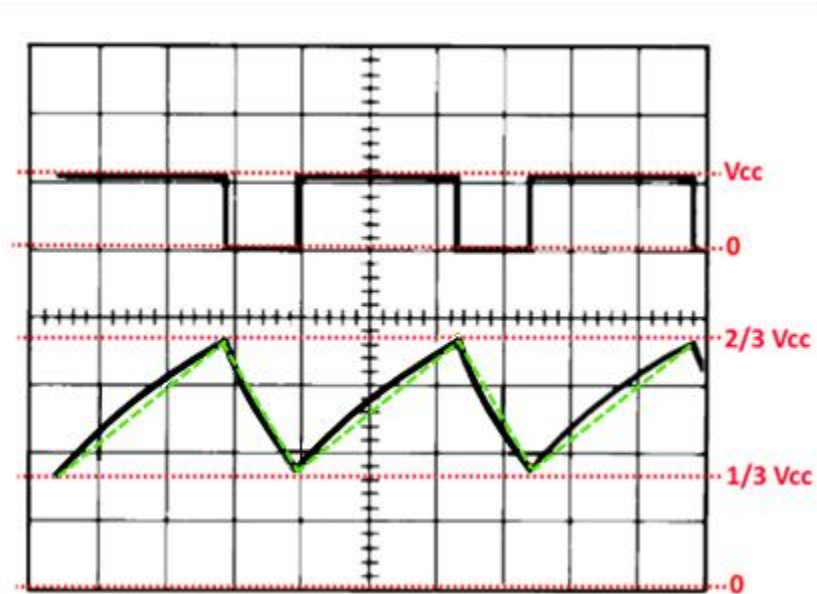

Figure 20. Figure 5 tirée de la spécification technique LM555³.
La Figure 20 présente 2 exemples de signaux disponibles à la sortie d'un LM555 et pour lesquels, des puissances dynamiques peuvent être calculées, si cette tension est appliquée aux bornes d'une résistance. Dans le cas du signal du haut, il s'agit de réaliser l'intégrale d'une onde carrée mise au carré tel que présenté dans les exercices de l'APP1. Alors que dans le cas du bas, il s'agit de réaliser le calcul d'une double exponentielle mise au carré. Cette dernière (en noir) peut être approximée par des droites proposées (en vert).
Les calculs de l'intégrale de la double exponentielle peuvent s'avérer non triviaux et il est impératif de pouvoir estimer si l'ordre de grandeur de la puissance est exact. On propose 2 approximations successives pour réaliser cette estimation. La première est un calcul de plafonnement de la puissance en supposant que le composant est excité par une tension continue égale à la plus haute tension alternative (AC) appliquée sur le composant. Par exemple, si une résistance est excitée par une onde carrée de ± 2 V, on peut déjà savoir que la puissance dissipée sera nécessairement inférieure à $4^2/R$. Cette pratique calcule une borne supérieure et permet une première validation de la puissance dissipée par un composant. Dans la forme d'onde du haut de la Figure 20, la borne supérieure de puissance dissipée serait V_{cc}^2/R alors que pour la figure du bas, ce serait $(2/3 V_{cc})^2/R$. On peut raffiner l'approximation des exponentielles en les remplaçant par des droites (en vert). À ce moment, le calcul de l'intégrale demeure simple et s'approche du calcul de l'intégrale des exponentielles.
Pour les résistances, la puissance consommée est $P = V^2 / R$. Il faut donc déterminer la valeur de V . Les graphiques de la fiche technique du NE555 fournissent plus d'explications sur les signaux de chaque patte. La Figure 20 ci-haut présente deux traces : celle du haut étant la sortie et celle du bas, la tension du condensateur en fonction du temps. Réalisez les approximations successives décrites précédemment pour assurer des ordres de grandeur.
Par la suite, vous devez calculer les tensions aux bornes des résistances en soustrayant les tensions à leurs 2 bornes. En occurrence, une des 2 bornes est branchée à V_{CC} et il faut calculer la valeur RMS de V_{CC} moins le tracé de la Figure 20 ci-haut. Puisqu'il s'agira de tension variant dans le temps, il faudra calculer les tensions efficaces (V_{RMS}) en calculant l'intégrale exacte ou son approximation à la main. Si vous avez de la difficulté à comprendre quelle est la tension dans chacune des résistances entourant le 556 à partir de sa fiche technique (c.f. Figure 20 ci-haut), vous pouvez faire des mesures à l'aide de deux sondes d'oscilloscope pour obtenir la tension de chacune des résistances. N'oubliez pas que la tension dans la résistance est la différence des tensions à ses bornes. Avec deux sondes, on peut placer une sonde de chaque côté de la résistance et utiliser l'opérateur soustraction, ceci vous permettra d'avoir la tension exacte aux bornes de chaque résistance.